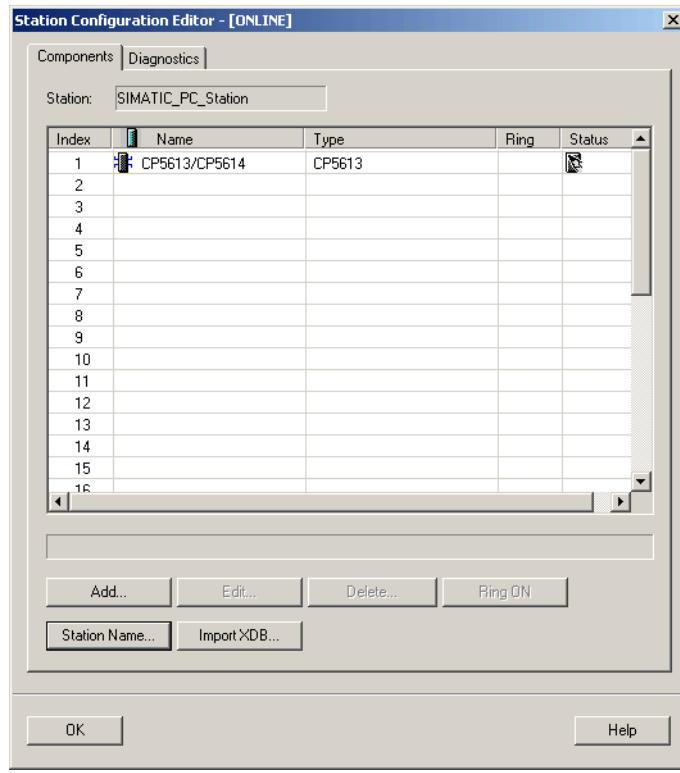

Рис. 7-41 Редактор конфигурации станции
- Откройте ПК станцию в **Station Configuration Editor (Редактор конфигурации станции)** (см. Рис. 7-41) и нажмите кнопку **Import XDB (Импорт XDB)** для того, чтобы внесенные изменения вступили в силу.